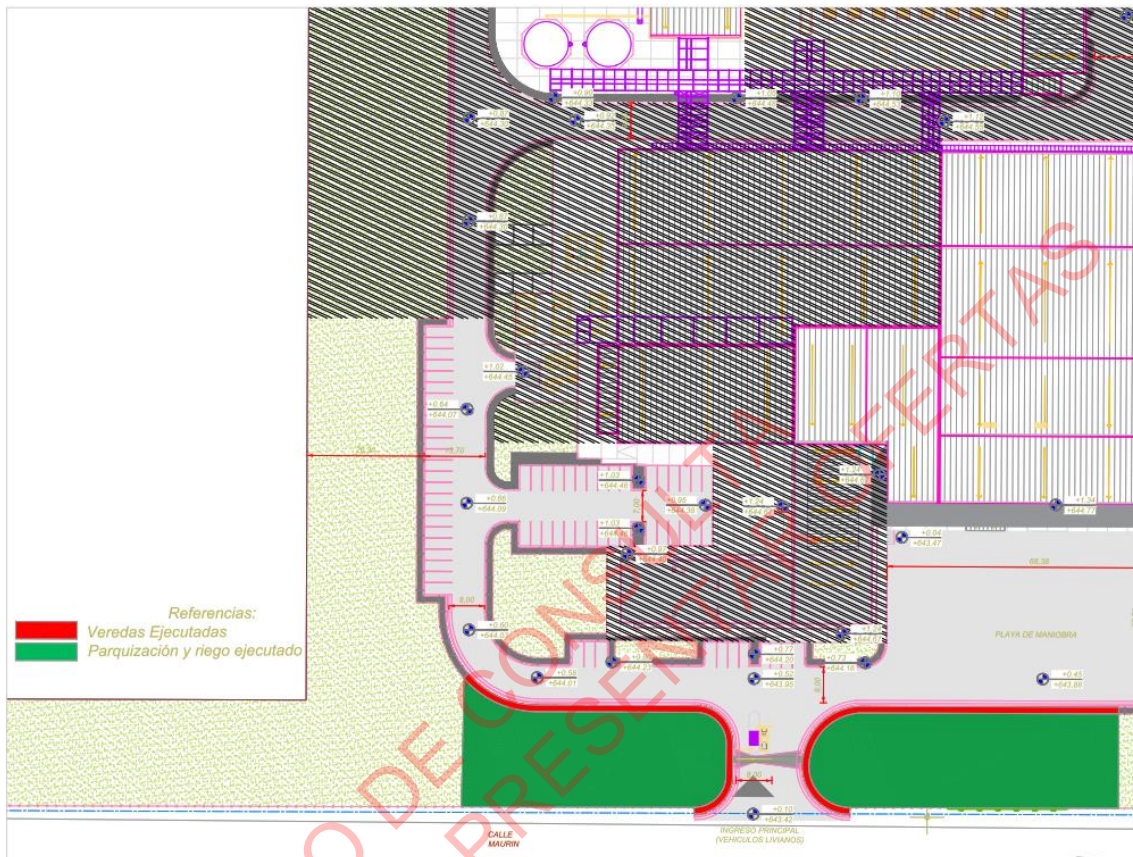

Fig 1. Alcance de las Obras en ejecución.
- Veredas de ingreso (ver detalle em Fig. 1)